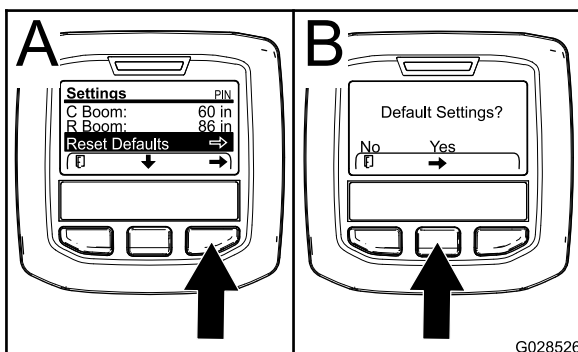

Figura 65
- Pulse el botón de selección central para ir a la opción Restablecer ajustes predeterminados (Figura 65).
- En la pantalla Ajustes predeterminados, pulse el botón de selección izquierdo para No o el botón de selección derecho para Sí (Figura 65).